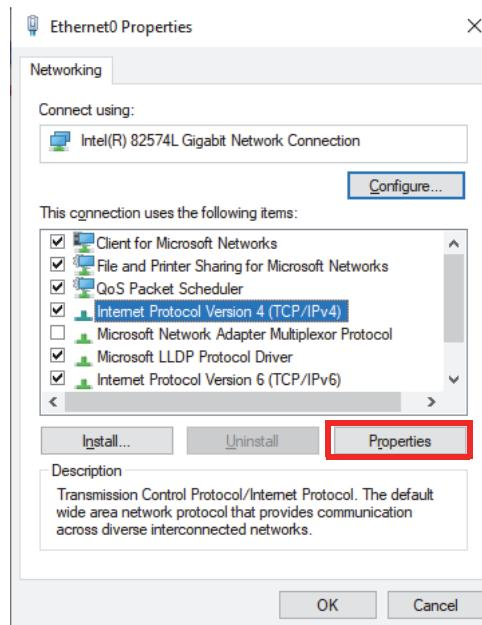

Рис. 7-1 Диалоговое окно Ethernet Properties
- b) Дважды щелкните на настройки **TCP/IPv4** (Рис. 7-1 на стр. 80).
(Настройте) [Рис. 7-1 на стр. 80], затем перейдите к вкладке **Advanced** (Расшир.).